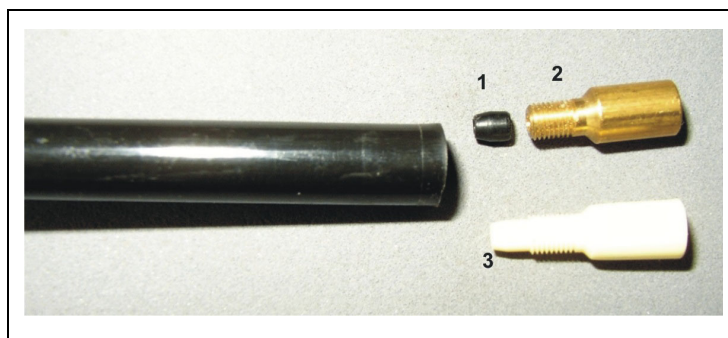

Fig. 81
- Zamontować uszczelkę elementu stożkowego (Rys. Fig. 81/1).